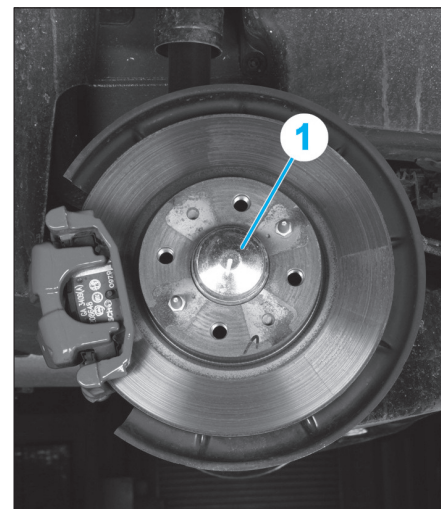

Fig. 26
- Déposer le capuchon de protection (1) (Fig.26).